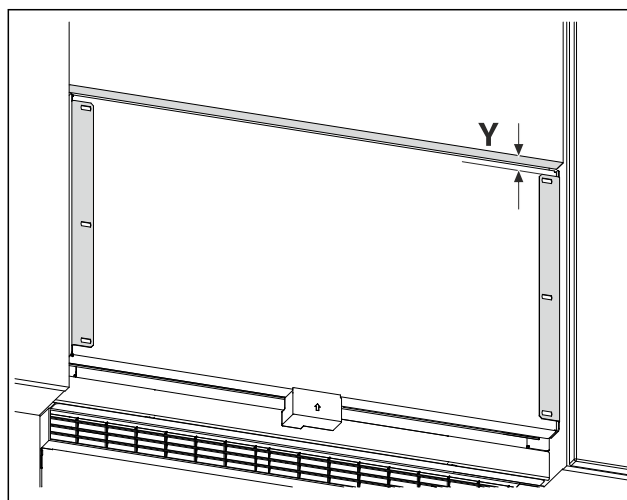

Fig. 23 Ilustrační zobrazení
- Změřte vzdálenost Fig. 23 (Y) od spodní hrany nábytkových dvířek k přídržnému úhelníku.